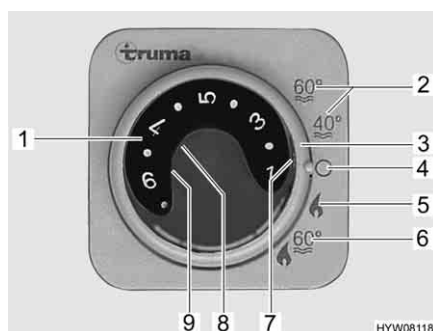

Fig. 131 Centralina di controllo per riscaldamento/boiler
- Impostare la modalità di funzionamento tramite l'interruttore girevole (Fig. 131,3).
A seconda della temperatura ambiente desiderata, il riscaldamento seleziona automaticamente il livello del bruciatore necessario. Al raggiungimento della temperatura ambiente desiderata, il bruciatore si spegne. Durante la modalità di funzionamento "Riscaldamento e boiler" (Fig. 131,6) è riscaldata anche l'acqua nel boiler. Nella modalità di funzionamento "Riscaldamento senza boiler" (Fig. 131,5) è possibile far funzionare il riscaldamento con il boiler vuoto.
- Impostare la manopola della temperatura (Fig. 131,1) sulla centralina di controllo scegliendo la potenza desiderata.
- Posizionare l'interruttore girevole (Fig. 131,3) su funzionamento invernale "Riscaldamento senza boiler" (Fig. 131,5) o "Riscaldamento e boiler" (Fig. 131,6).
Si accende la spia verde di controllo (Fig. 131,7).
- Posizionare l'interruttore girevole (Fig. 131,3) su "O" (Fig. 131,4).
La combinazione funzionamento a gas e funzionamento elettrico a 230 V diminuisce il tempo di riscaldamento (è possibile solo se il riscaldamento viene impostato sulla centralina di controllo (Fig. 131) su funzionamento invernale). Se viene selezionato il funzionamento elettrico a 230 V, la spia gialla di controllo si accende (Fig. 132,6).